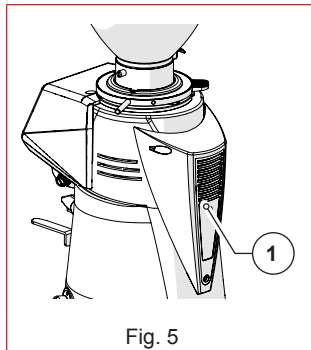

Fig. 5
- **Ventola di raffreddamento (Fig. 5)**